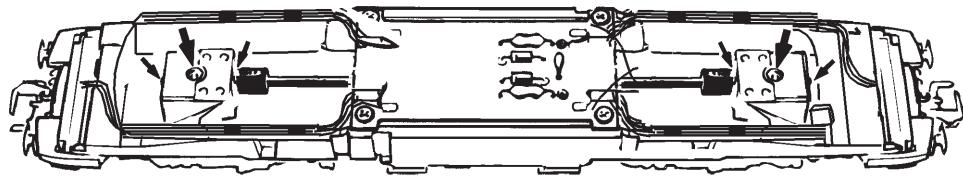

Fig. 9
siehe Fig. 9
A.C. pick up: see fig. 9
voir fig. 9
4. Remplacement du moteur: Démontez la caisse (voir fig. 3). Démontez le moteur (fig. 9).